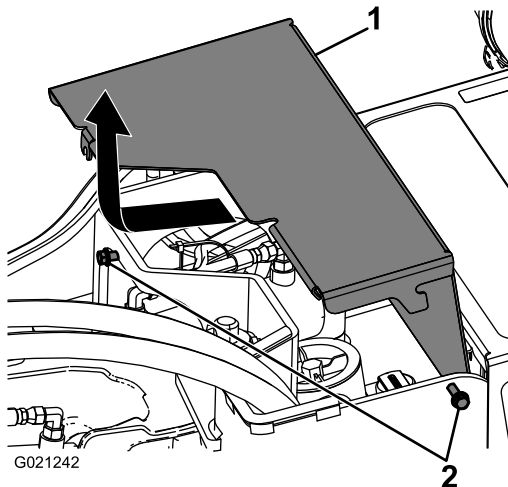

Figure 24
2. Desserrez les 2 vis qui fixent le capot avant à la machine (Figure 24).
3. Glissez le capot légèrement vers l'avant et tirez-le vers le haut pour le déposer (Figure 24).
2. Glissez le capot avant en place et serrez les 2 vis qui le fixent à la machine (Figure 24).